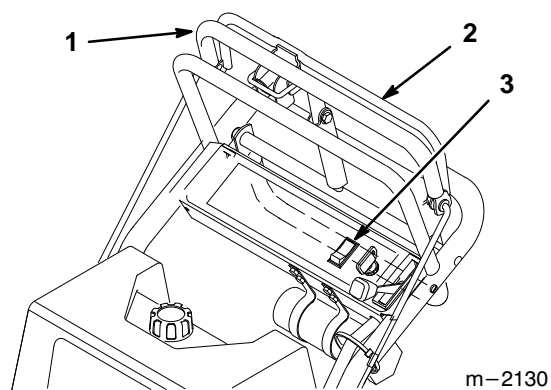

Figure 10
1. Tirer sur la barre de commande supérieure pour arrêter la machine (Fig. 10).